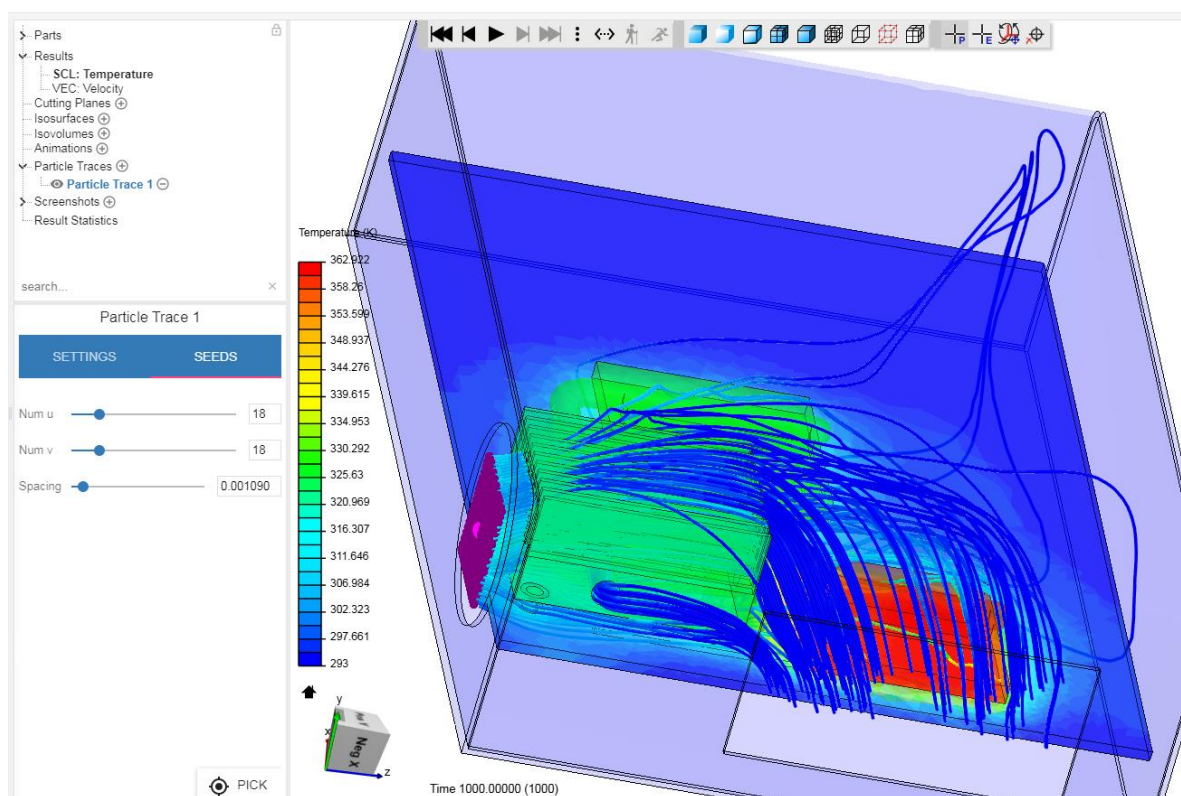

Рисунок 10 Тепловые потоки
- 18.1. В «Particle Traces» в «SEEDS» с помощью кнопки «PICK» выбрать плоскость для начала построения трасс тепловых потоков (на Рисунок 10 Тепловые потоки - выделена матрицей точек сиреневого цвета).